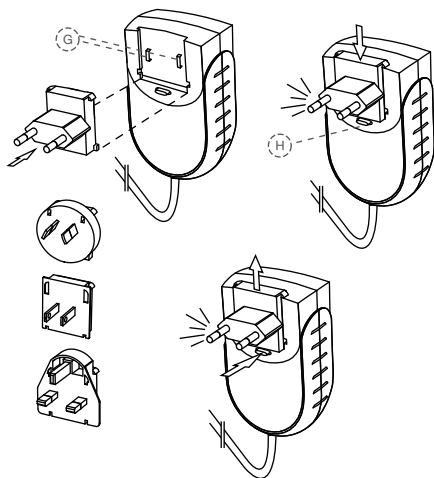

Fig. 4 Alimentatore e adattatore
1. Selezionare l'adattore corrispondente alla presa di corrente per l'alimentazione; vedere la Fig. 4.
2. Posizionare l'adattore necessario sui due contatti (Fig. 4, G) dell'alimentazione elettrica e premere verso il pulsante di blocco (Fig. 4, H) fino a che non scatta in posizione. Per cambiare l'adattore è necessario premere il pulsante di blocco.